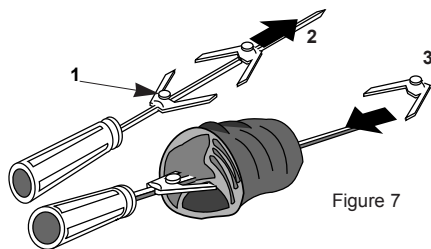

Figure 7
Dévissez la vis-papillon de la fourche (1) et retirez-la de la broche. Préparez la pièce de viande comme il se doit et embrochez-la. Remplacez la fourche et serrez la vis-papillon (voir figure 7).